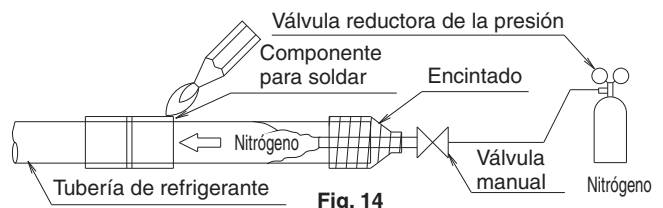

Fig. 14
- Al soldar la tubería de refrigerante, reemplace primero el nitrógeno o lleve a cabo el proceso de soldadura (nota 2) mientras suministra nitrógeno a la tubería de refrigerante (nota 1) y, finalmente, conecte la unidad interior utilizando las conexiones abocardadas. (Refiérase a la Fig. 14)